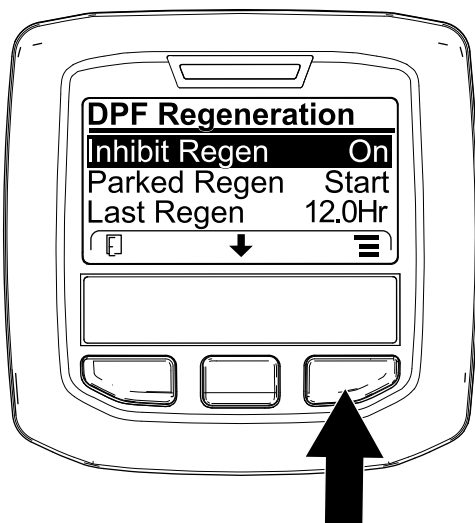
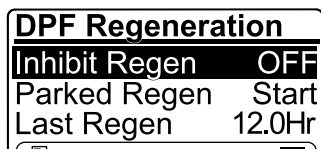

Figura 60
Figura 61
În jos la opțiunea INHIBIT REGEN (Inhibare regenerare) i apăsai butonul din dreapta pentru a selecta accesarea Inhibit Regen (Inhibare regenerare) (Figura 60).
- Apăsai butonul din dreapta pentru a schimba setarea de inhibare a regenerării de la Pornire la Oprire (Figura 60) sau de la Oprire la Pornire (Figura 61).